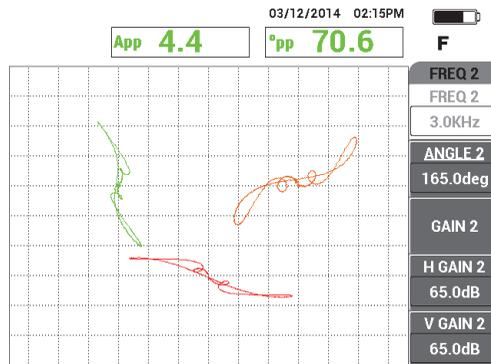

Рис. 5-141 Сканирование опорного кольца
7. Поместите преобразователь в бездефектную зону рядом с опорным кольцом трубы, нажмите педаль NULL. Просканируйте опорное кольцо; по завершении, нажмите клавишу FREEZE (❄) [см. Рис. 5-141 на стр. 240].